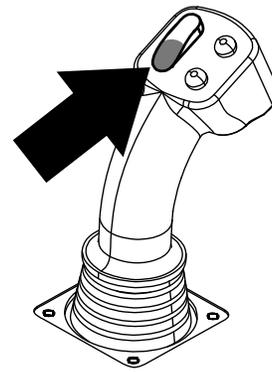
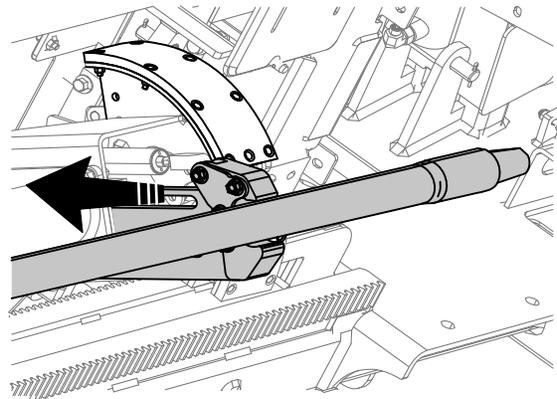

Figura 14
Figura 15
- Mantenga pulsada la sección inferior del interruptor basculante (Figura 14) hasta que los brazos se retraigan totalmente (Figura 15).